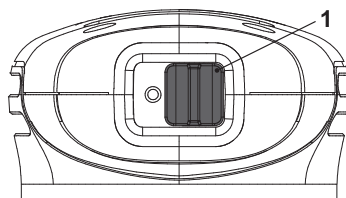

Fig. 11
- > Faites glisser l'interrupteur marche/arrêt (1) vers à droite (du point de vue de l'opérateur) pour éteindre le produit (Fig. 11).